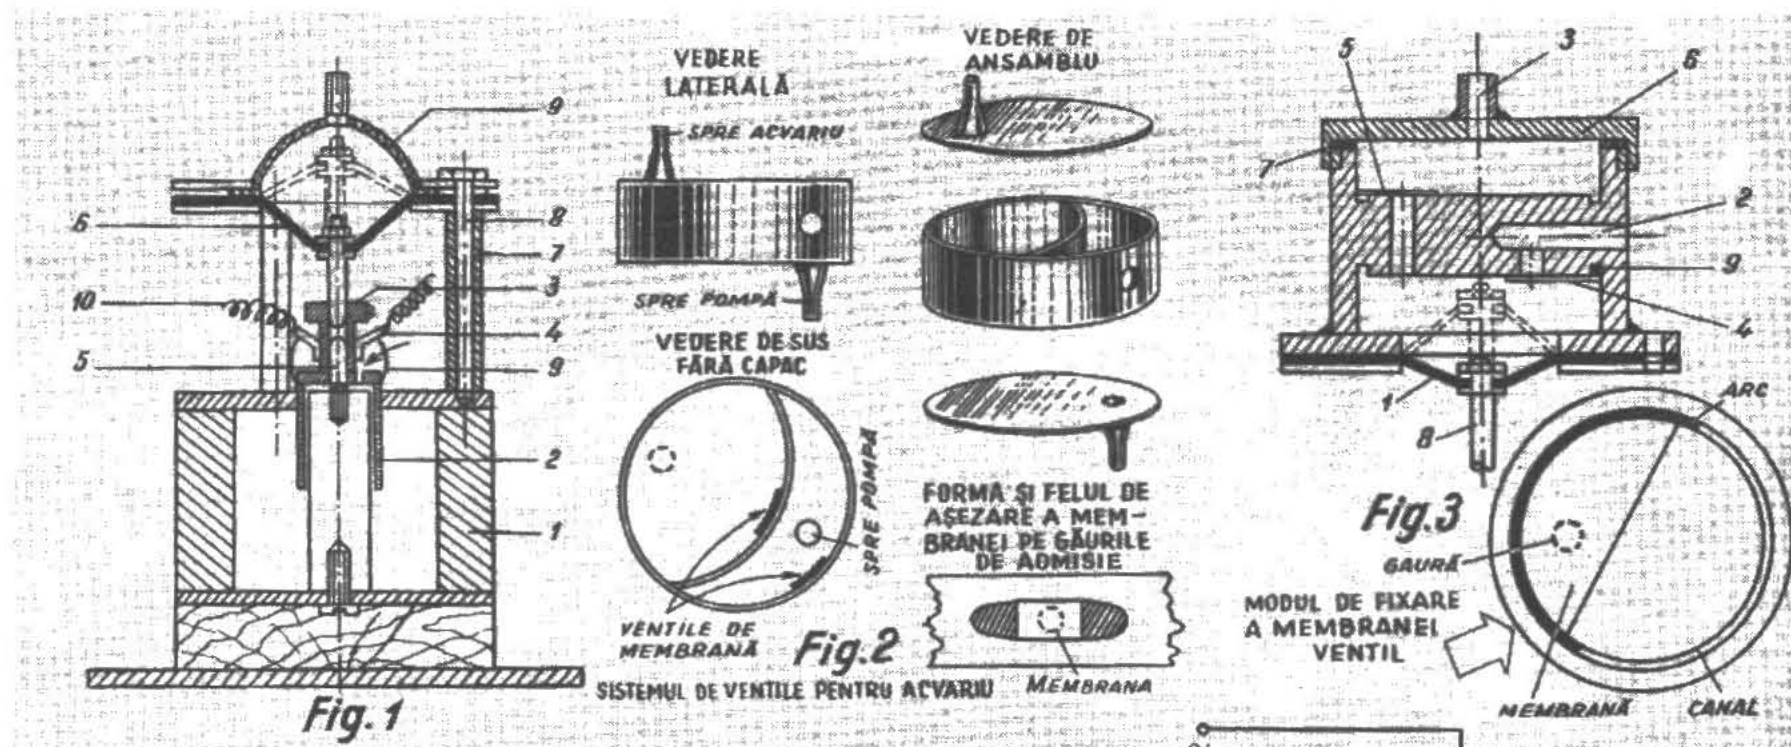

Fig. 1
Elementul principal și cel mai pretentios îl constituie carcasa electromagnetului, confecționată din pertinax la dimensiunile din fig. 1. Pe acest suport (1), reprezentat și în fig. 2, se bobinează 5 000 de spire (2) din conductor emailat cu diametrul de 0,16 mm — pentru tensiunea de 220 V — sau 2 500 de spire cu sîrmă de 0,22 mm pentru 110 V. În interiorul carcasei culisează un miez executat din fier moale (4), cu diametrul de 4 mm și lungimea de 55 mm. În poziția sa normală, acest miez apasă pe armătura de contact (3), împins fiind de resort (5). Dimensiunile armăturii de contact sînt indicate în fig. 2. Pentru confecționarea ei se poate folosi o bandă de alamă cu dimensiunile de 0,5x5 mm.
Între timp ne putem ocupa de suportul bobinei mobile, care are forma din fig. 1, și o confecționăm din ebonită, textolit sau alt material izolant. Acest suport trebuie să se miște ușor și fără
loc pe șurubul de ghidare. Materialul șurubului de ghidare este nemagnetic, de exemplu alamă. Dimensiunile suportului bobinei mobile trebuie alese astfel ca ea să fie cit mai ușoară. Singura dimensiune critică este diametrul suportului în locul îmbinării sale cu bobina mobilă. Acest diametru este cu 0,3 mm mai mare decît diametrul miezului interior al magnetului permanent. În locul indicat cu o săgeată pe fig. 1 se execută un orificiu, ca sub bobină să nu se creeze o depresiune, care ar duce la îngreunarea mișcării sale.
Pompa propriu-zisă se poate face în mai multe feluri, în funcție de scopul pe care-l urmărim. Pompa cea mai simplă o avem în cazul cînd o folosim pentru remaiaj. În acest caz, pompa nu este prevăzută cu ventile, acul de remaiaj executînd o mișcare du-te-vino. În fig. 1 se vede cum se assemblează o asemenea pompă din două saibe, o jumătate de minge de ping-pong și o membrană din cameră de bicicletă. Legătura cu